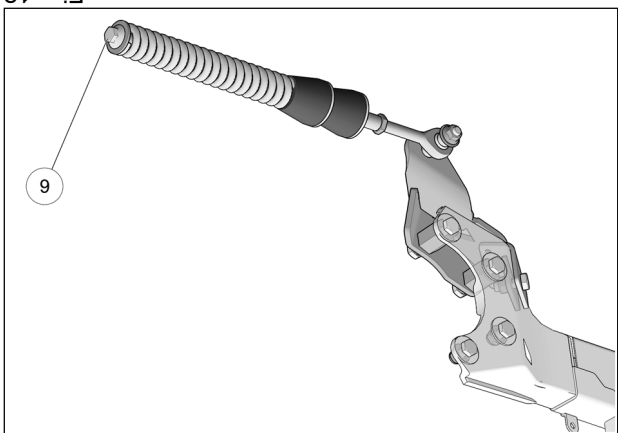

Fig. 12
12. Vérifier que le boulon du ressort (6) est serré au couple recommandé : 75 N•m [55 lb•pi]. Fig. 12